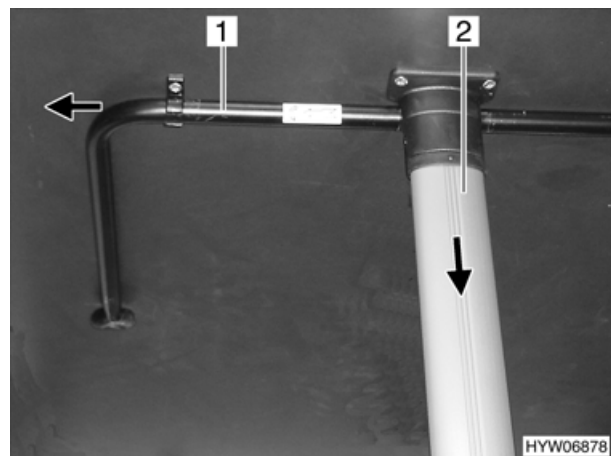

Bild 40 Hängetisch (Variante 2)
- Die Stütze (Bild 40,1) in Pfeilrichtung drücken und ausklappen.
- Den Tischfuß (Bild 40,2) in Pfeilrichtung ziehen und einklappen.